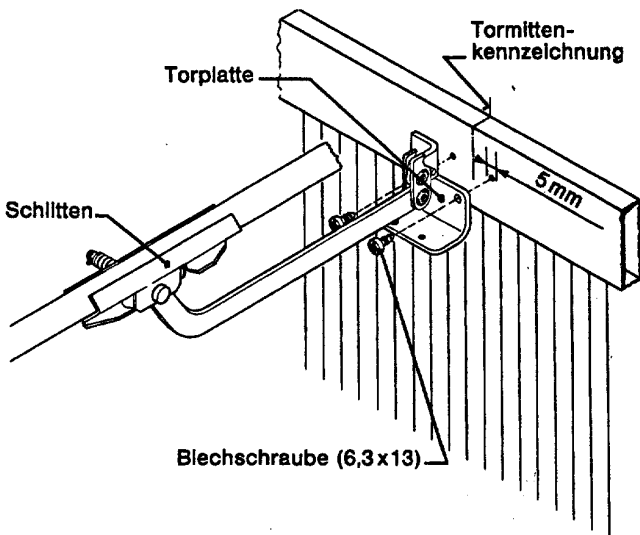

Bild 27
5.23.) Schlitten vom Mitnehmer entkoppeln und Torplatte am oberen Torrahmen symmetrisch zur Tormittenkennzeichnung mit zwei Blechschrauben (6,3 x 13) (Zubehör) – Bohrloch Ø = 5mm – befestigen (Bild 27).